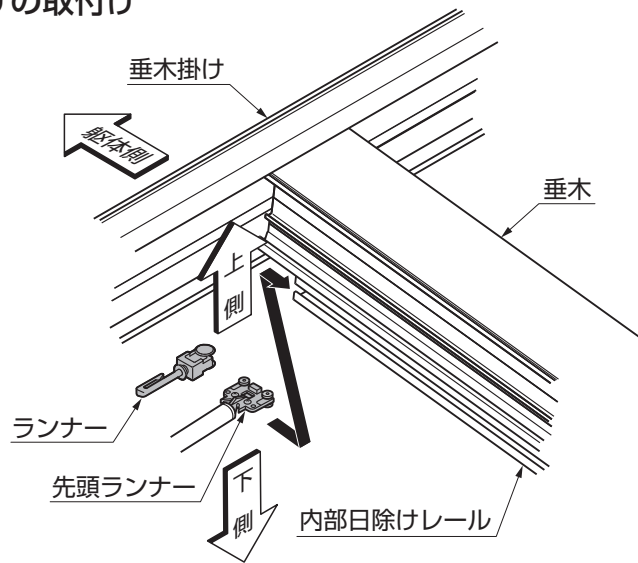

図6-7
①先頭ランナー、ランナーを内部日除けレールに差込んでください。(図6-7参照)